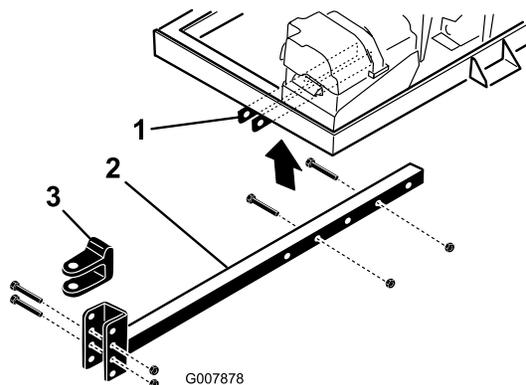

Рисунок 4
2. Вставьте трубу сцепного устройства в кронштейны рамы (Рисунок 4). Прикрепите трубу к раме с помощью двух болтов (3/8 x 3 дюйма) и фланцевых гаек (3/8 дюйма)
- Отверните болты и контргайки крепления вилки сцепного устройства (Рисунок 4) к его трубе.
- Отверните болты и контргайки крепления трубы сцепного устройства к кронштейнам рамы (Рисунок 4).